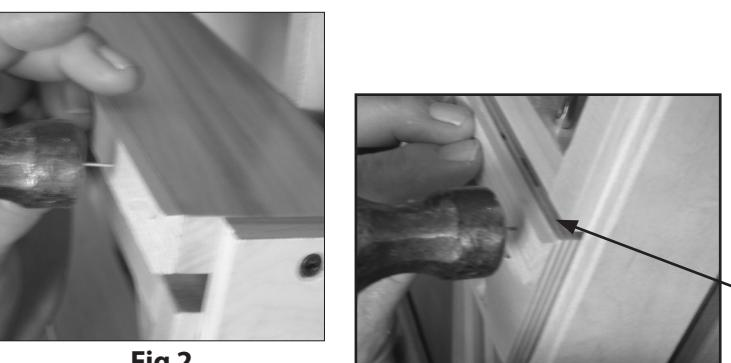

Fig 2
Step 2. Install upper and lower scribe rails to filler pull-outs using small finish nails or brads. See Fig 2. **Note:** Align scribe rails with front edge of filler pull-outs. Align scribe rail to upper section of base cabinet lower mounting strap or lower section of wall cabinet lower mounting strap. See Figs. 3a-b.
Voir la figure 2. **Remarque.** Aligner les rails tampon sur le rebord antérieur de l'élément coulissant du module. Aligner le rail tampon sur les sections supérieures de la bride de montage inférieure de l'armoire de base ou la section inférieure de la bride de montage inférieure de l'armoire murale. Voir fig. 3a-b.